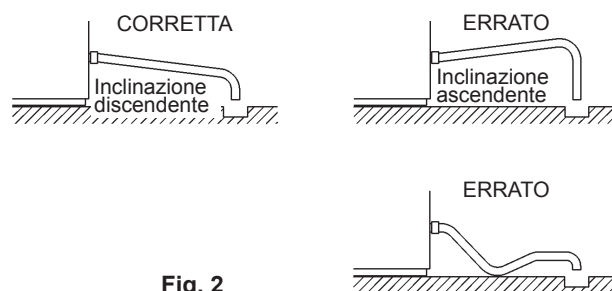

Fig. 2
- * Per prevenire la contropressione nel deposito di raccolta cubetti, il tubo flessibile di uscita deve essere disposto come indicato in Fig. 2.